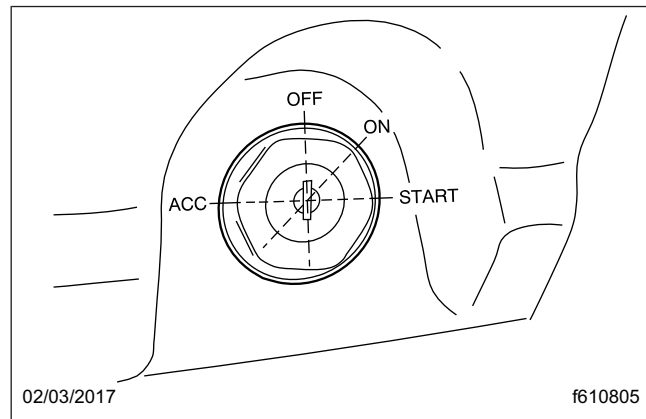

Figura 10.1, Interruptor de ignición
4. Gire el interruptor de ignición a la posición ON y permita que se complete el recorrido de dial del medidor. Vea la **Figura 10.1**. La alerta sonora se escuchará aproximadamente cuatro segundos.